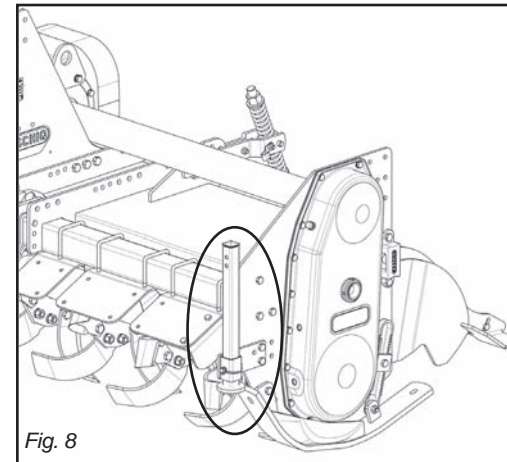

Fig. 8
- 5 - *Position the support foot as shown in the figure 8.*
- 5 - *Positionnez le pied d'appui (voir Fig.8).*
- 5 - Den Stützfuß wie in Abb. 8 gezeigt anordnen.